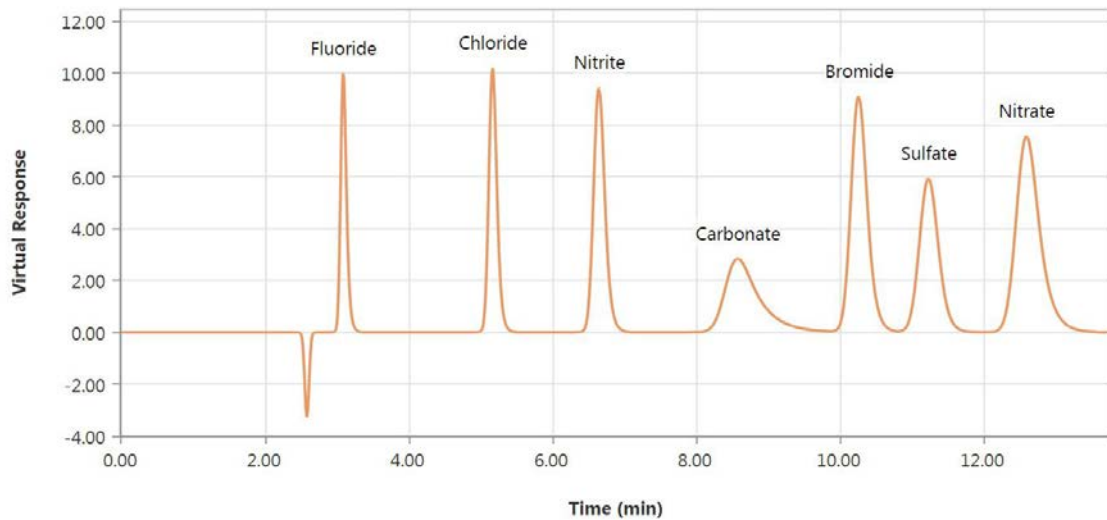

図 9:すべての分析対象(すべてのピークの標準化分離度)
**補足:[All Analytes](すべての分析対象)**は、すべてのピークペアについて分離が最適化されるため、簡単な分離に適しています(Figure 9 を参照)。ただし、十分に分離されていないピークが含まれる場合や、ピークの数が多い場合など、分離がより困難な場合は、**[All Analytes](すべての分析対象)**ではピークが均等に分離されたバーチャルクロマトグラムが生成されますが、これらのピークのすべてが分離を必要とするわけではありません。